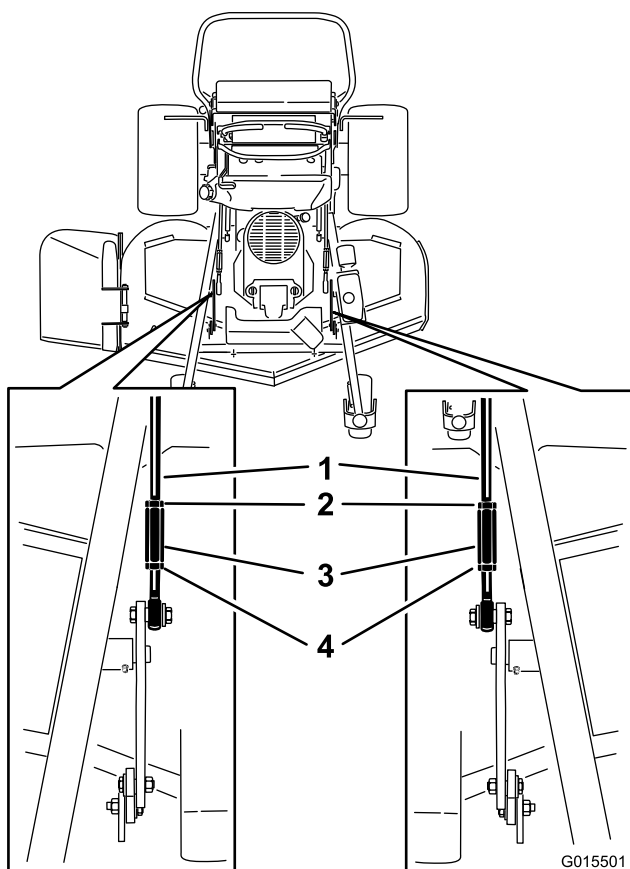

Figura 95
3. Para carcasas de corte de 152 cm (60 pulgadas), afloje las tuercas delanteras y traseras y los acoplamientos de elevación de las varillas de ajuste (Figura 95).
5. Para carcasas de 152 cm (60 pulgadas), apriete los acoplamientos de elevación (Figura 95).